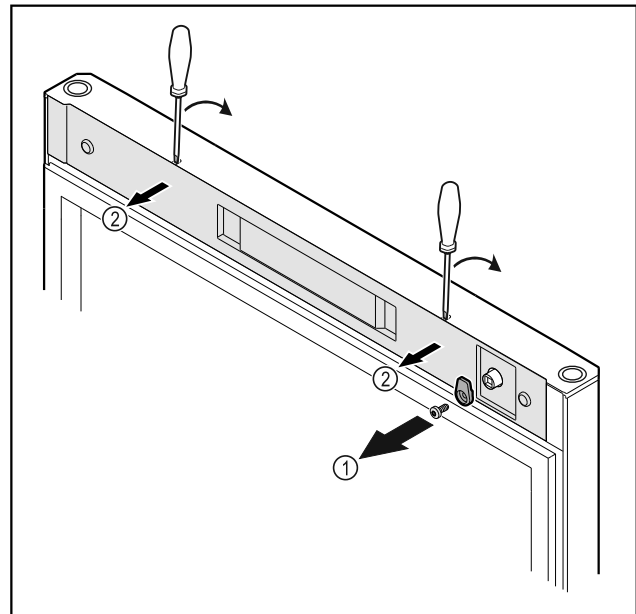

Fig. 52
- Відкрутіть запірний гачок Fig. 52 (1).
- За допомогою малої викрутки зніміть з фіксатора кришку Fig. 52 (2) і видаліть.